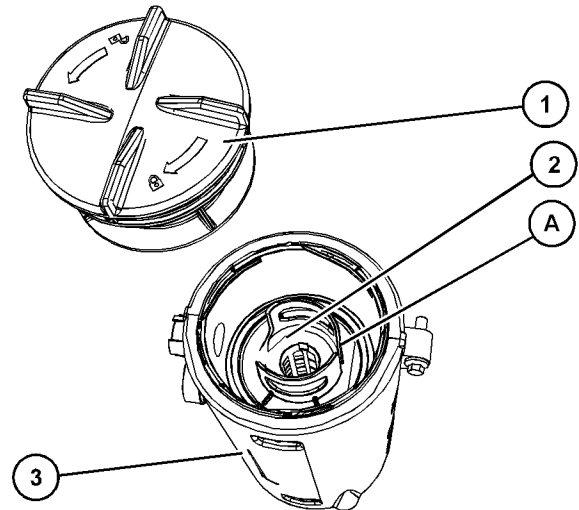

Abbildung 85
4. Die alte Dichtung (4) entfernen und neue Dichtung einsetzen.
5. Neues Filterelement in das Entlüftergehäuse (3) installieren und das Filterelement auf die Position (A) ausrichten. Siehe Abbildung 85. Die Position (A) am Filterelement an Position (B) am Deckel ausrichten.